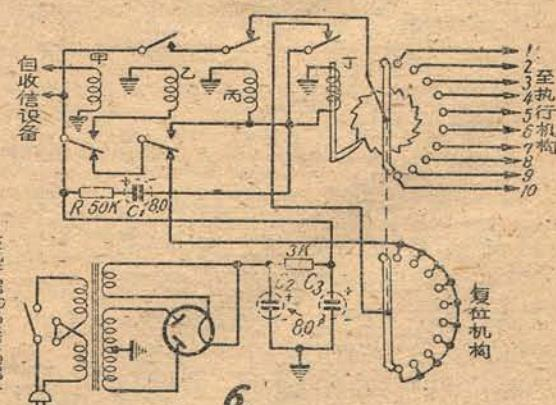

图 6 复位设备线路
如果执行机构需要做多种任意选择的控制（非程序的），在发信机上可采用自动电话拨号盘来代替微动开关发射脉冲信号，接收机将脉冲信号传入步进式选择器，其中有辅助继电器，使步进式选择器在接受脉冲信号完毕后能自动复位（线路见图6）。
7. 把长100毫米的玻璃管中部用喷灯烧后拉细，它的粗细应当恰能放入热敏电阻(图6)。
电桥用交流电作为电源，它的用途就更广泛了。利用对交流电具有阻抗的元件代替电阻作为桥臂，就可以量测很多其他的数值。图4是一个量测电容器的电桥：将电桥相邻的两臂换入了标准可变电容器 $C_s$ 和被测电容器 $C_x$ ，在这种电桥上 $C_x = C_s \cdot R_2 / R_1$ ，取 $R_1 = R_2$ ， $C_s$ 就和 $C_x$ 相等，这样就能和上面一样在 $C_s$ 的刻度盘上读出 $C_x$ 的电容量。这种电桥电路只适用于量测介质损耗非常小的电容器。当介质损耗比较大时，要在 $C_s$ 的一臂上串连一个可变电阻 $R_s$ 作为补偿相移之用（图5），否则电桥是很难平衡的。如果介质损耗很大， $R_s$ 要和 $C_s$ 并联（图6），这两种电路都是调节 $C_s$ 和 $R_s$ 使电桥平衡的，在它们的刻度盘上面可以读出电容量和损失系数 $\tan \delta$ 的数值。电容量的关系和上面图4的一样，损失系数的数值在图5里是 $\tan \delta = \omega C_s R_s$ ，在图6里是 $\tan \delta = 1/\omega C_s R_s$ ，因为它是和电源频率 $\omega$ 有关的。 $\omega$ 通常是50~1000周，但也有用到超过这个范围以外的。